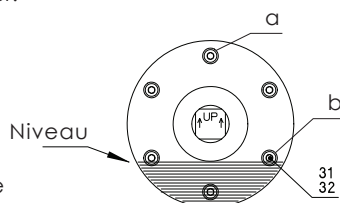

Fig. 3a
5. Rellene el mototambor con el tipo y la cantidad recomendada de aceite. El nivel de aceite debe quedar justo por debajo del tornillo **b** (consulte la Fig. 3a bis).